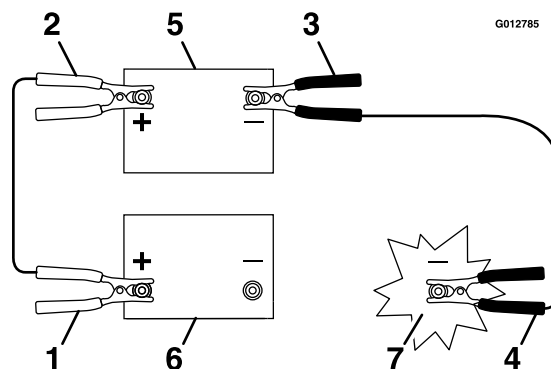

Figura 59
3. Collegate il cavo positivo (+) al morsetto positivo (+) della batteria scarica collegata allo starter o al solenoide come illustrato in Figura 59.